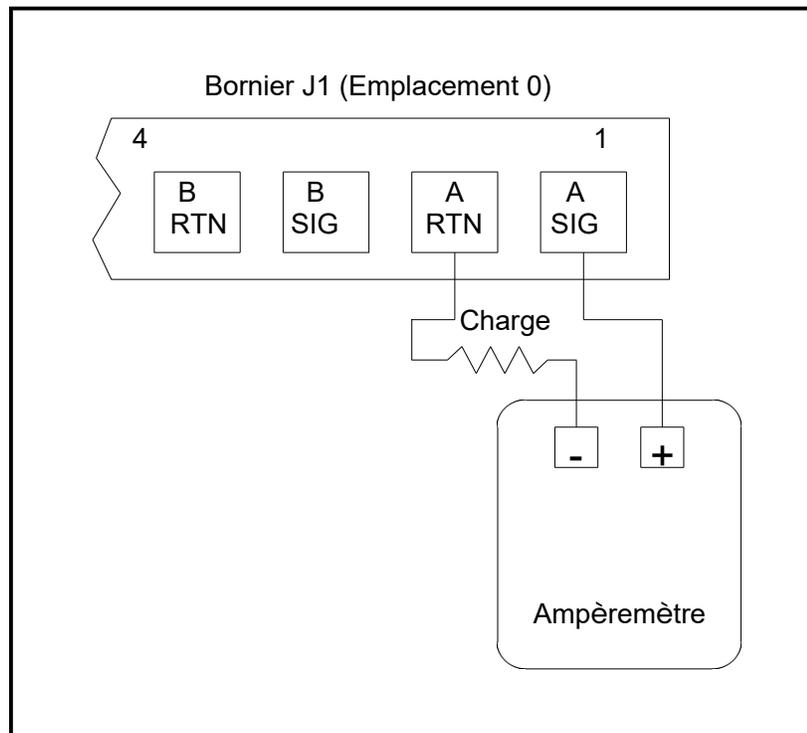

Figure 1 : Connexion de l'ampèremètre (Sortie A)
Préparez le calibrage en insérant un ampèremètre en série avec la charge sur la sortie souhaitée. Reportez-vous à la Figure 1 et à la Figure 4 à la page 12 pour identifier les broches **SORTIE (+)** et **RTN (-)** pour la sortie souhaitée.
**IMPORTANT** : La procédure de calibrage **Sortie B** est identique à celle pour le calibrage **Sortie A**. Cependant, lors du calibrage **Sortie B**, assurez-vous de reconnecter l'ampèremètre sur le bornier **J1**. Reportez-vous à la Figure 1 à la page 2 pour connaître les numéros de broche corrects.